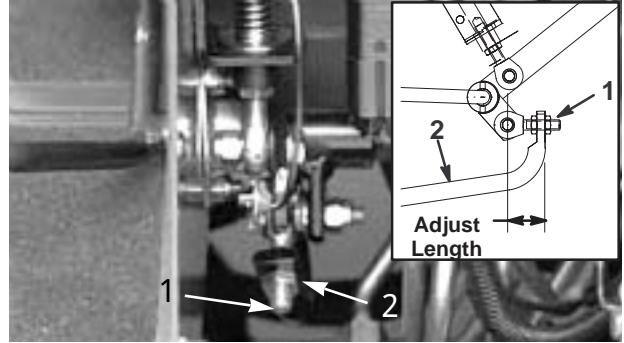

図 49
4. 前への動きを止めたい場合は、ポンプ・ロッドの調整ナットを回してポンプ・コントロール・チューブ（図49）を前へ動かす。後への動きを止めたい場合は、後へ動かす。